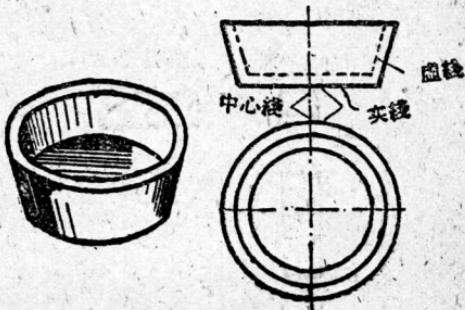

图 2-12
(1) 两面图：主视图放在俯视图的上边，或主视图放在右视图的右边(图2-12)；